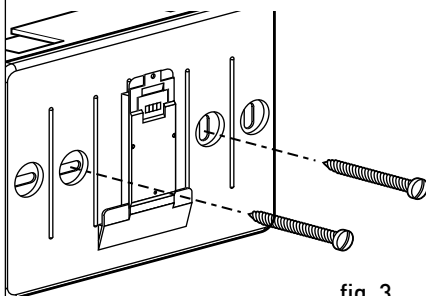

fig. 3
- de basis van het apparaat bevestigen aan de kast op de wand, met behulp van de in de kit geleverde schroeven (fig.3),